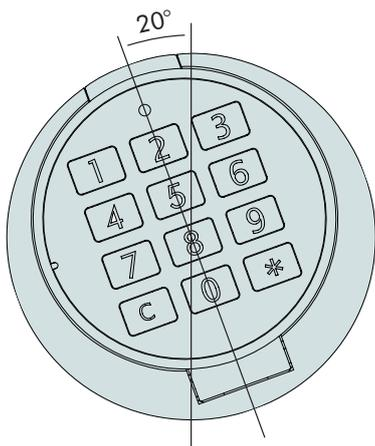
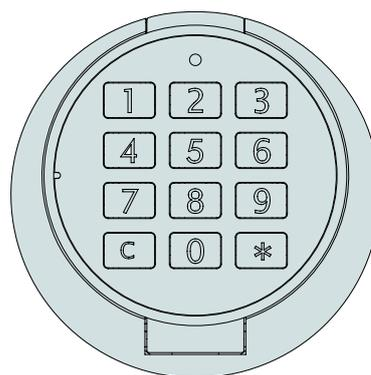

Abb. 7: Position 1 - Aufsetzen Eingabeeinheit
Abb. 8: Position 2 - Aufsetzen Eingabeeinheit
- Eingabeeinheit unter einem Winkel von ca. 20° auf den Befestigungsring aufstecken - Position 1 (siehe Abb. 7) und anschließend durch Drehung nach rechts in Position 2 (siehe Abb. 8) bringen. Drehbewegung muss leichtgängig erfolgen.
- Aufsetzen der Eingabeeinheit siehe 4.4 (siehe Abb. 7 und Abb. 8).